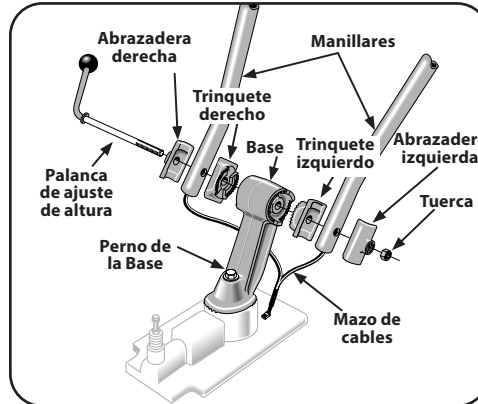

Figura 3-1
1. Desensamble el conjunto del manillar. Para hacerlo, extraiga la palanca de ajuste de la altura girándola en el sentido contrario a las agujas del reloj. Consulte la Figura 3-1.
2. Coloque los extremos del manillar a cada lado de la base, con el arnés de cables hacia la parte posterior de la base. Consulte la Figura 3-1.
3. Instale la palanca de ajuste de altura a través de la abrazadera del lado derecho, el extremo del manillar, el trinquete y la base; luego hacia afuera a través del trinquete del lado izquierdo, el extremo del manillar y la abrazadera. Consulte la Figura 3-1. Sujete con la tuerca pero no apriete completamente.
2. Afloje el perno en la base del manillar y gire los manillares hacia afuera hacia la derecha. Consulte la Figura 3-1 en la página 1.